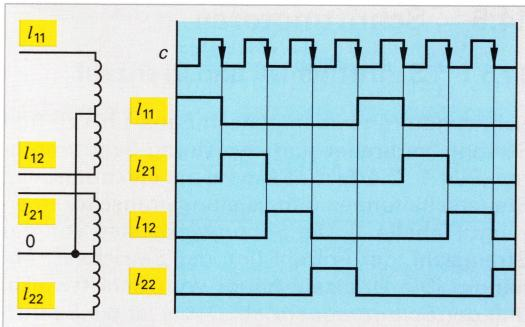

Bild 1: Einstrang-Ansteuerung mit Zeitallaufdiagramm für Linkslauf
- Für die Steuerschaltung eines Schrittmotors mit dem Zeitallaufdiagramm **Bild 1** soll ein Zähler mit Codeumsetzer verwendet werden. a) Bis zu welcher Zahl muss der Zähler mindestens zählen können? b) Wie lauten die Schaltfunktionen? c) Geben Sie die Schaltung des Codeumsetzers aus NOR-Elementen an.
- Für die Steuerschaltung eines Schrittmotors mit dem Zeitallaufdiagramm **Bild 1** soll ein Zähler aus vier JK-Kippliedern mit entsprechender Beschaltung verwendet werden. a) Wie lauten die Schaltfunktionen? b) Wie lauten die Problemfunktionen?